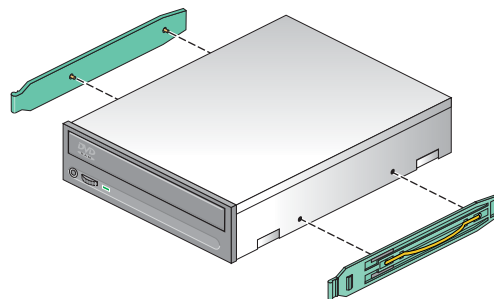

図 3-13 ドライブ・レールの取付け
2. ドライブ側面の穴にピンを挿入して、5.25 インチのドライブ・レールをディスク・ドライブの側面に取付けます (図 3-13 を参照)。